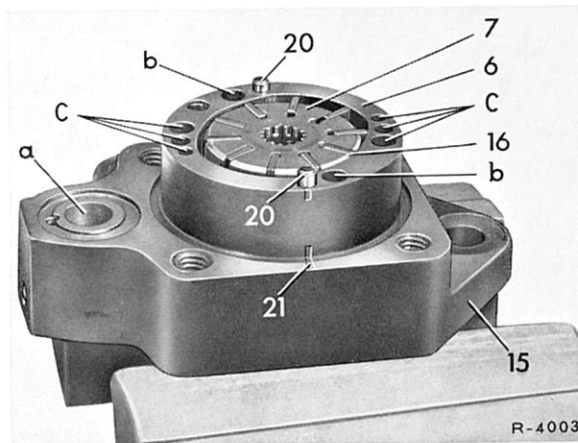

Bild 46-22/5
5 Läufer (7) samt Pumpenflügel (16) von der Keilnutenverzahnung der Antriebswelle abnehmen (Bild 46-22/5).